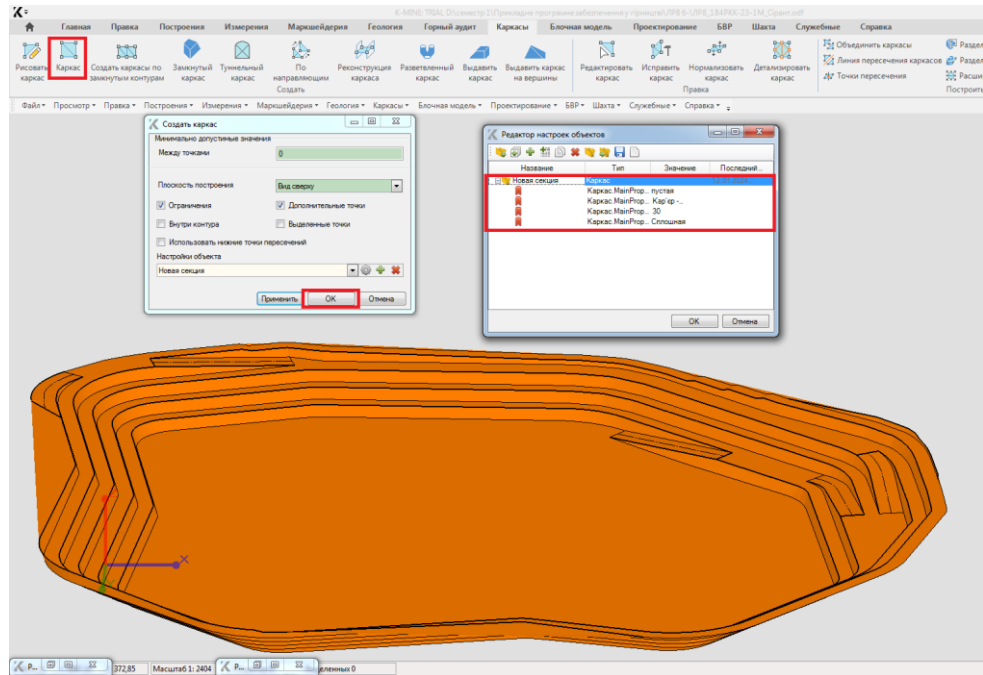

Рисунок 6.2 - Приклад виконання завдання 4
4. Створіть каркас по проектному положенню гірничих робіт з налаштуваннями: шаблон – суцільна, тип ліній – порожня, шар – Кар'єр – поверхня (рис.6.2). Оцініть результат.